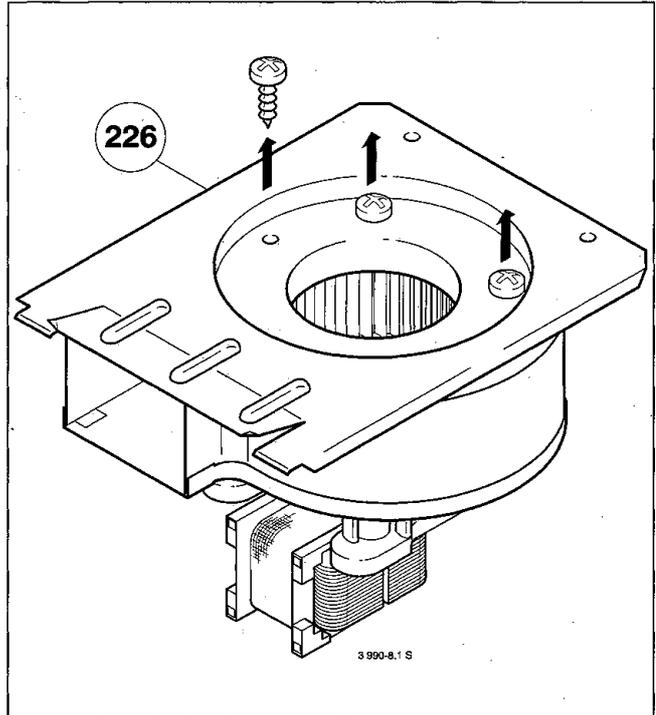

Bild 66
- 3 Schrauben an der Saugseite des Abgasventilators (226) herausdrehen (Bild 66).